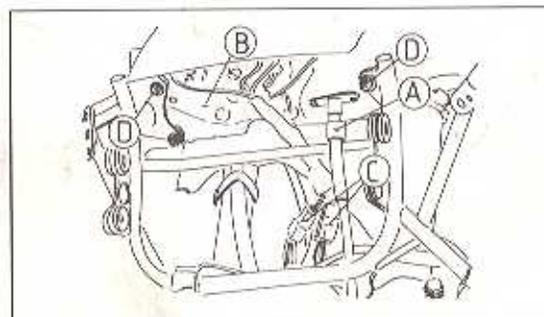

Bild 268
- Die Verbindungsstrebe abschrauben und entfernen (Bild 268).